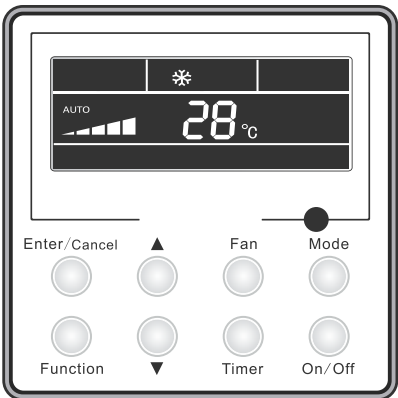

Fig.5 Encendido
- ②. El estado que se muestra en la Fig. 5 indica el estado encendido de la unidad después del encendido.